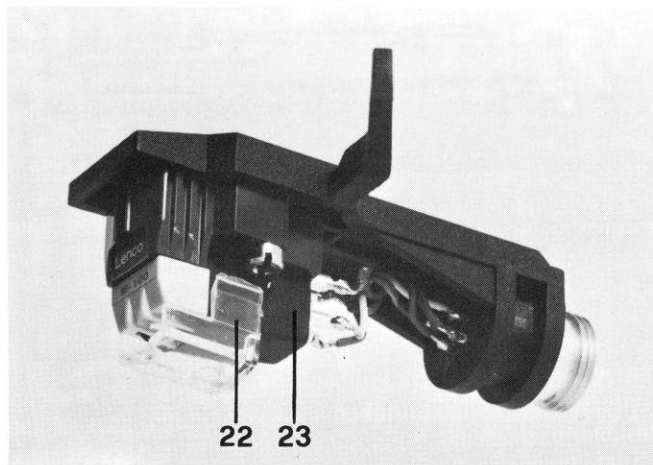

Fig. 4
Um die Nadel vor Beschädigungen zu schützen, klappen Sie bei den folgenden Einstellarbeiten den Nadelschutz (22) am Tonabnehmersystem (23) über die Nadelspitze (Bild 4). Lösen Sie die Tonarmklammer (11), indem Sie die Spitze zum Plattenteller hin wegdrücken (Bild 5).
Avant d'effectuer un réglage quelconque au bras ou à la coquille porte-cellule (23), toujours rabattre la sécurité (22) destinée à protéger l'aiguille (fig. 4) contre les chocs éventuels pouvant être préjudiciables à celle-ci. Soulever la sécurité (11) qui libérera le bras lorsqu'il sera nécessaire de procéder à son réglage.
To project the stylus tip (fig. 4) during the following adjustment work cover it with the protective cap (22) on the cartridge (23). Loosen the tone arm clip by pressing its tip in the direction of the turntable platter (fig. 5).